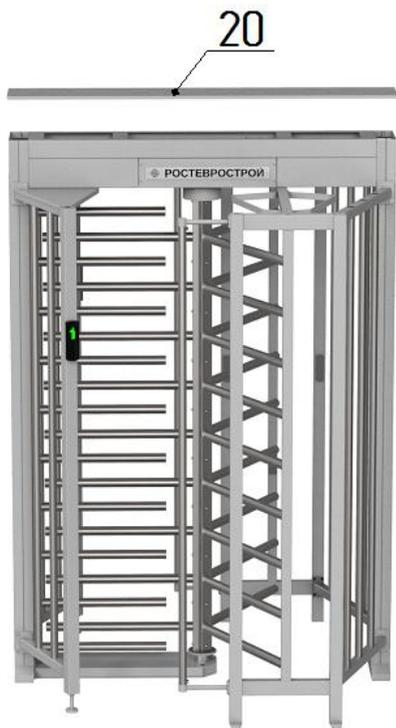

Рис. 7
5. Окончательная сборка (рис.7):
– установите на место крышку **20** (выполнить после подключения турникета и проведения режима калибровки) и закрепите винтами М4 (рис.7)